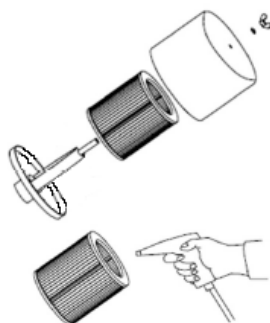

Рисунок 7
8.3 Очистка сменного патрона фильтра воздушного (рис.7):